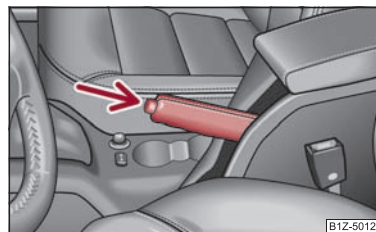

Fig. 113 Consola centrală: Frâna de staționare
- Acționați maneta frânei de mână puțin în sus și **în același timp** apăsați butonul de blocare ⇒ fig. 113.